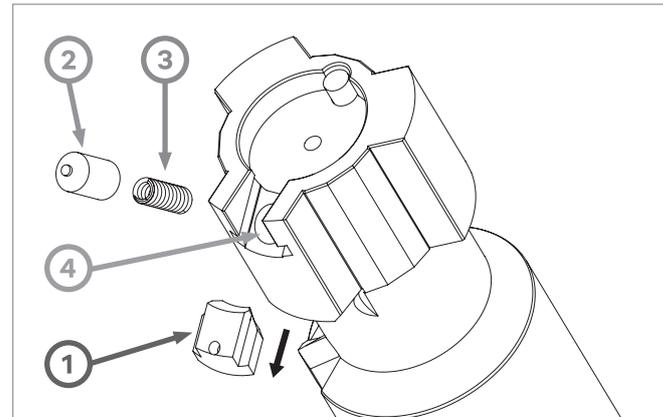

РИС. 46
Для извлечения экстрактора (поз.1, РИС. 46) вам понадобится выколотка 1,5 мм.
- ▲ Надавите на поводок (поз. 2, РИС. 46), который подпружинен (поз.3, РИС. 46), одновременно сдвигая экстрактор вниз (указано стрелкой на РИС. 46).
- ▲ Поместите пружину и поводок (поз.3, поз.2, РИС. 46) в отверстие на затворе (поз.4, РИС. 46).